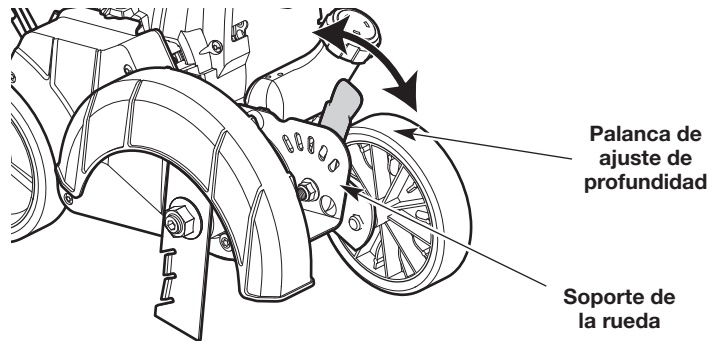

Fig. 11
1. Aparte ligeramente la palanca de ajuste de profundidad de la guía de la rueda (Fig. 11).